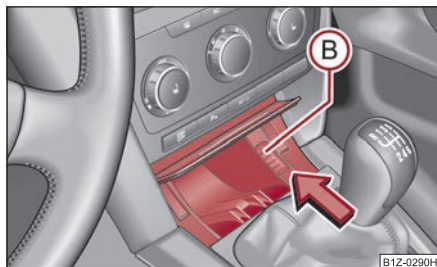

Fig. 111 Scoaterea scumierei din față
- Apăsați scumiera în zona (B) ⇒ fig. 111 (scumiera cade), scumiera iese afară și poate fi scoasă.